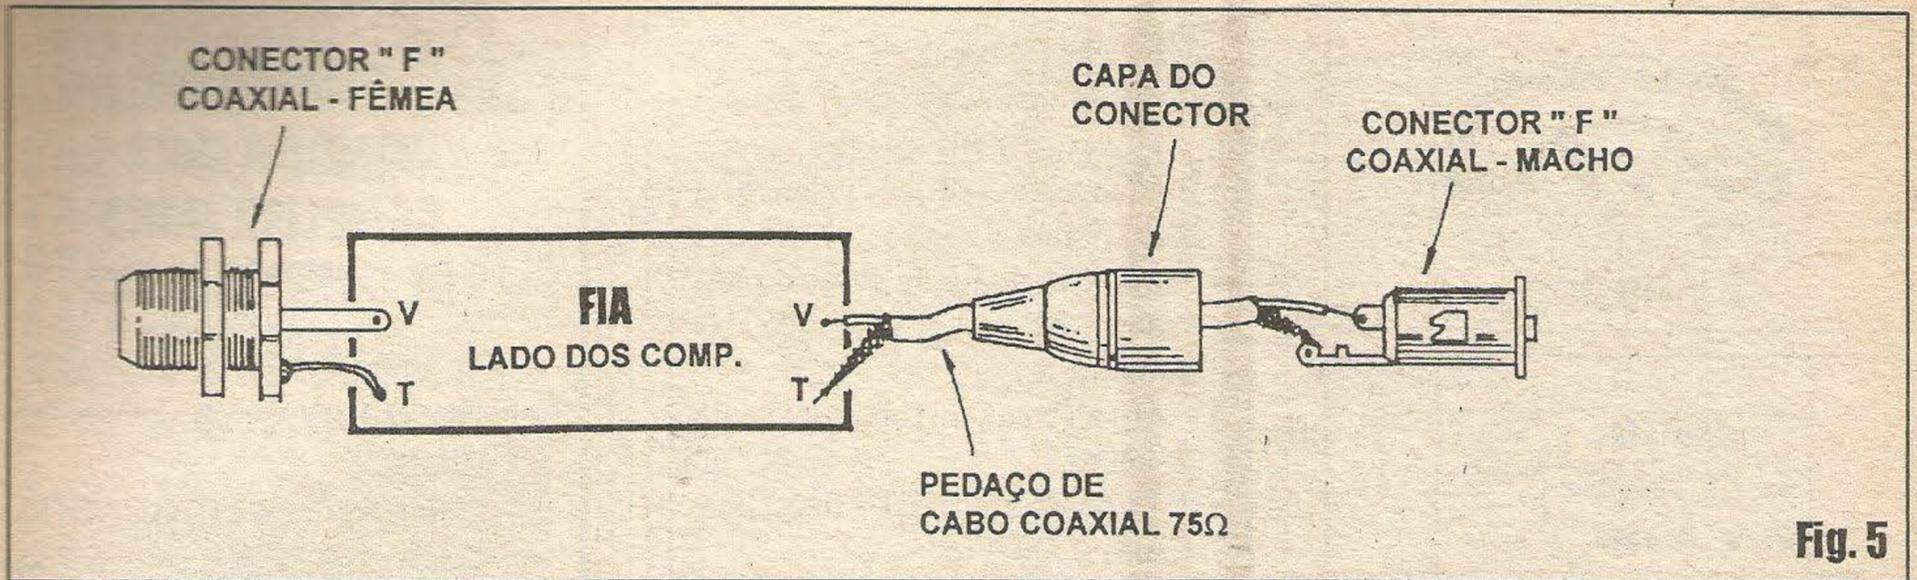

Fig. 5
- FIG. 5 - CONEXÕES EXTERNAS À PLACA - Com a plaquinha ainda vista pelo seu lado não cobreado (aquele mesmo onde foram situados os componentes, conforme diagrama anterior...), temos agora os detalhes das ligações externas, também muito fáceis... À esquerda vemos as conexões do *jaque* tipo "F" (conector coaxial *fêmea*), observando-se que o terminal *vivo* (central) do dito *jaque* deve ser ligado ao ponto V (essa conexão pode até ser feita de modo direto, pela face cobreada do impressinho...), enquanto que o *corpo* do conector (correspondente ao *terra* do dito cujo...) deve ser ligado (usando-se um pedacinho de fio nú...) ao ponto T... É bom cuidar que - mecanicamente - o *jaque* fique bem solidário à plaquinha, de modo a facilitar a acomodação do conjunto no respectivo *container*, depois... Na borda oposta do impresso, os pontos V e T devem ser ligados - respectivamente - ao fio interno, *vivo*, e à *malha de terra* de um pedacinho de cabo coaxial de 75 ohms (10 ou 15 cm. dão e sobram...). Na outra extremidade desse pedacinho de cabo coaxial, os condutores *vivo* (interno) e *terra* (*malha*)